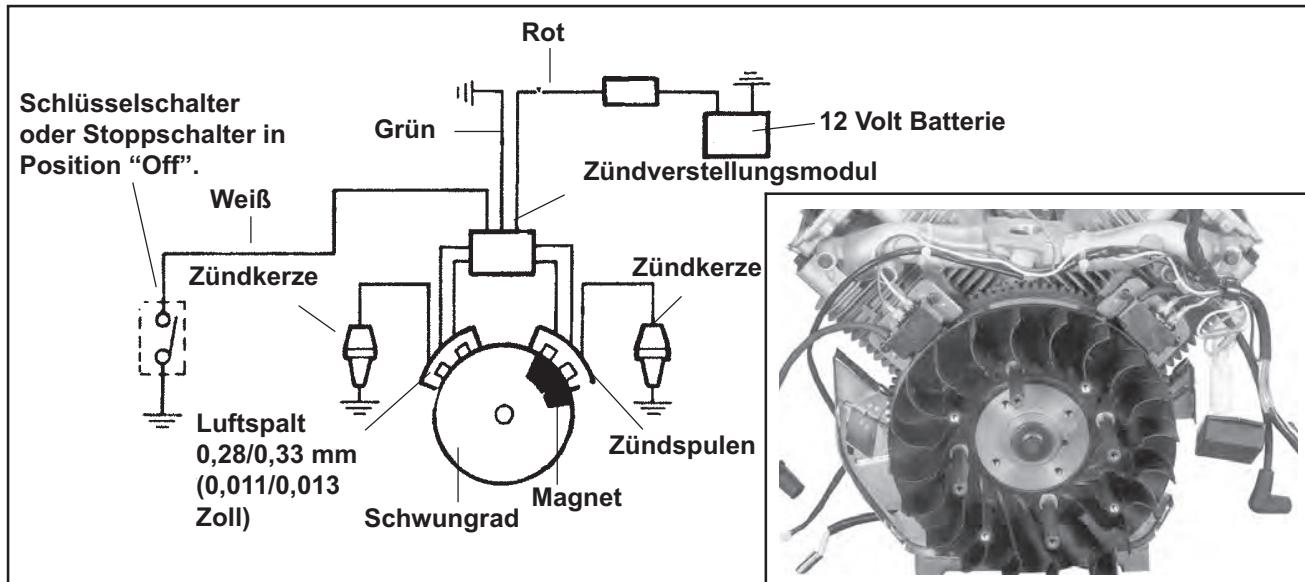

Abbildung 8-6. Zündanlage mit kapazitiver Entladung mit Zündzeitpunktverstellung.
Motoren mit SMART-SPARK™ nutzen eine CD-Zündanlage mit elektrischer Zündzeitpunktverstellung. Eine typische Anwendung (Abbildung 8-6) besteht aus folgenden Teilen:
- zwei elektronische Zündspulen mit kapazitiver Entladung, die auf dem Kurbelgehäuse des Motors montiert werden (Abbildung 8-6).